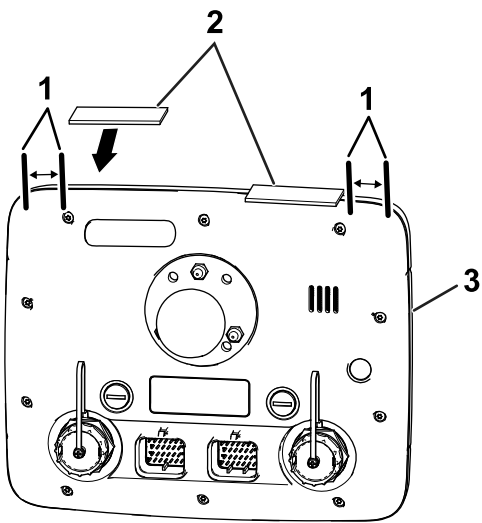

図 2
2. 図2のように、散布モニターの上部に粘着シールを合わせる。